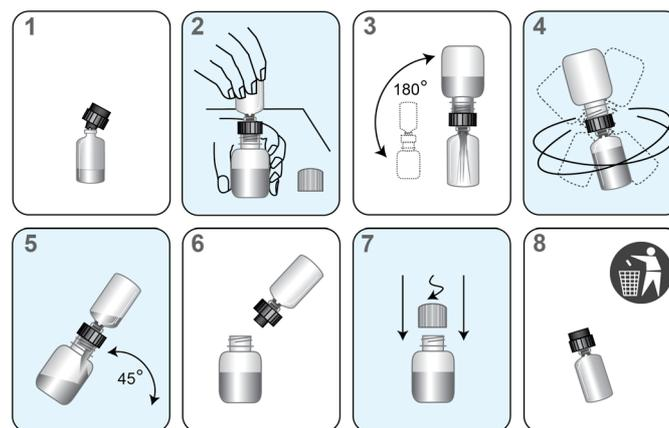

Figura 1. Proceso de reconstitución
- b. Inserte firmemente el extremo ranurado del collar de reconstitución en la abertura del vial de cristal (Figura 1, Paso 1).
- d. Mientras sostiene el frasco de plástico sobre la mesa, inserte firmemente el otro extremo del collar de reconstitución en la abertura del frasco (Figura 1, Paso 2).
- e. Invierta lentamente el conjunto de frasco y vial. Deje que la solución pase al vial de cristal (Figura 1, Paso 3). El volumen de líquido debe superar el volumen del vial de cristal, lo que hace que parte del líquido quede acumulado en el collar de reconstitución.
- f. Agite con una rotación suave la solución en el vial para mezclarla. (Figura 1, Paso 4).
- h. Invierta el frasco y el vial ensamblados (Figura 1, Paso 5). Deje que todo el líquido regrese al frasco.
- i. Retire el collar de reconstitución y el vial de cristal (Figura 1, Paso 6).
- j. Vuelva a poner el tapón en el frasco de plástico (Figura 1, Paso 7).
- m. Deseche el collar de reconstitución y el vial de cristal (Figura 1, Paso 8).